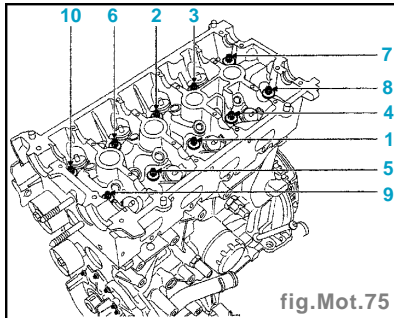

fig.Mot.75
- Serrage de toutes les vis à **2 daN.m** dans l'ordre préconisé (fig. Mot. 75).